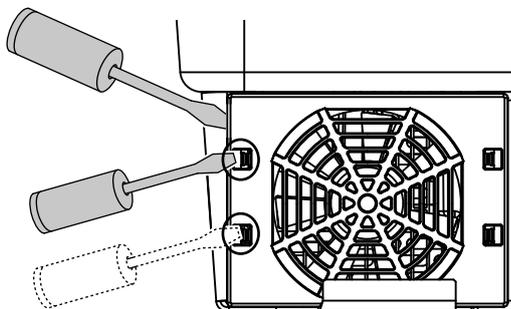

Fig. 74 : déclipsage des pattes de fixation
3. À l'aide d'un deuxième tournevis, appuyer sur les pattes de fixation au centre du ventilateur. Retirer doucement le ventilateur. ☑ Fig. 74